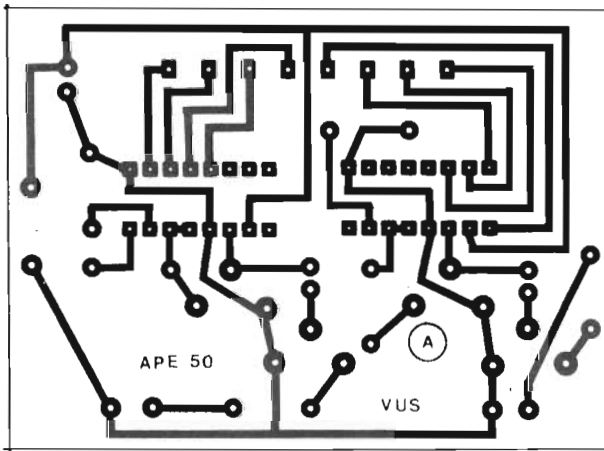

Fig. 2
- **FIG. 2 - LAY OUT DO CIRCUITO IMPRESSO ESPECÍFICO - PLACA "A"** - Conforme já foi dito, o arranjo mecânico da montagem distribuiu o circuito sobre duas placas. Uma delas (A) comporta os dois Integrados, componentes de polarização e ajuste, etc. A outra (B), suporta a matriz de 16 LEDs. O arranjo final em "L" exige um certo rigor mecânico, nas medidas e disposições de ilhas, pistas, furos, etc. Assim, nas duas placas, recomendamos a confecção a partir de decalques apropriados, que promovem um resultado muito melhor e menos sujeito a "descasamentos" dimensionais que poderiam complicar as coisas ao final... Na fig. 2 temos o padrão cobreado de ilhas e pistas (escala 1:1) da placa "mãe" (A), enfatizando-se a barra de 8 contatos em linha (próxima à borda superior da placa, na ilustração...) destinado justamente ao acoplamento eletro-mecânico com a outra placa (B). O padrão geral é simples, e o Hobbysta não encontrará dificuldades em reproduzi-lo e confeccionar o Impresso... Aos iniciantes, recomendamos dar uma "passada" atenta nas INSTRUÇÕES GERAIS PARA AS MONTAGENS (lá no começo da Revista), na busca de importantes informações práticas a respeito da construção e aproveitamento de Circuitos Impressos...